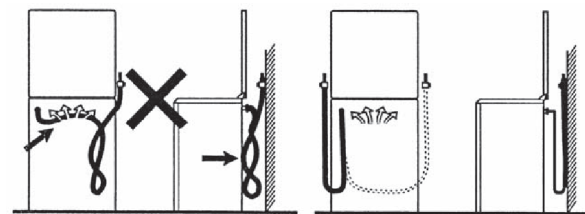

Рис. 3
**ПОМНИТЕ!** После установки плиты, обязательно проверьте положение гибкого шланга подвода газа и шнура питания (рис. 3). Они не должны проходить над дымоходом и касаться задней стенки плиты, так как во время работы жарочного шкафа плита сильно нагревается.